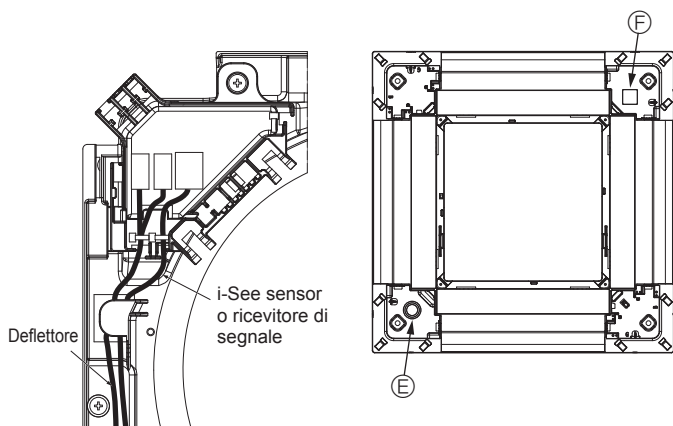

Fig. 5-14
- Instradare i cavi di i-See sensor e del ricevitore dei segnali come indicato in Fig. 5-14.